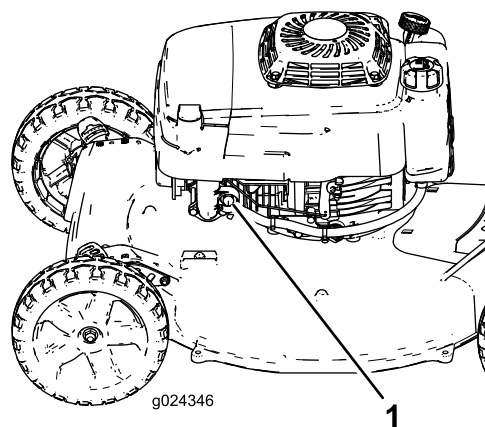

Рисунок 14
2. Плотно нажмите кнопку заливочного насоса (Рисунок 14), удерживая ее нажатой в течение одной секунды.